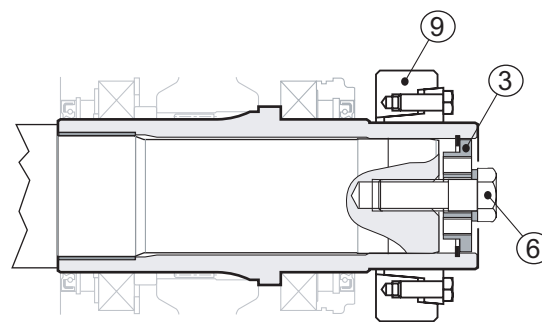

fig. 17
Substituir a barra (pos. 4) com o parafuso (pos. 6), apertando-o totalmente, aplicando uma força como indicado na tabela "torques de aperto" da seção 9.1, utilizando, além disso, uma fita veda-rosca média; A Piv Posiplan aconselha LOCTITE 601. Para o aperto do disco de contração, consultar o capítulo n.º 5.1.3 "Montagem com disco de contração" (ver a fig. 17).